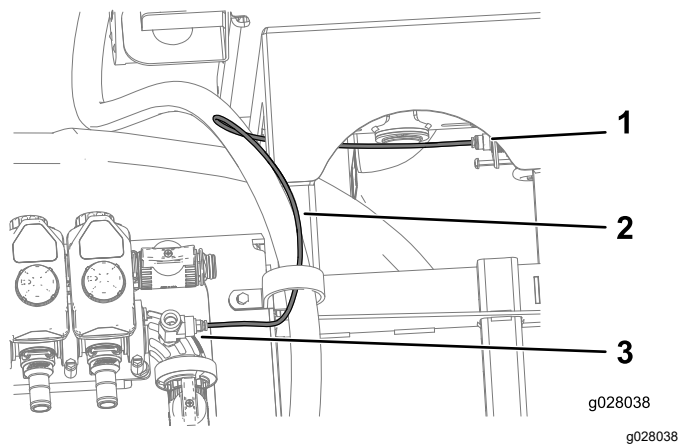

图 38
4. 将压力传感器管连接到 90 度弯头内的 T 形接头连接头和压力表连接头 图 38。